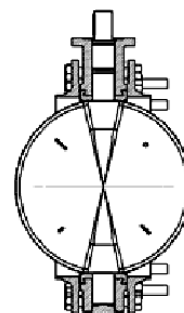

рис. 5
7. Снова откройте заслонку (рис. 5) и затяните гайки (*необходимо затягивать постепенно и последовательно противоположащие гайки так, чтобы равномерно сжать футеровку*) до контакта корпуса заслонки и фланцев (контакт металл/метал).